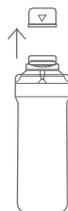

Figura 38.
5. Toma cada Cartucho y retira la tapa que protege a su conector. (ver Figura 38).